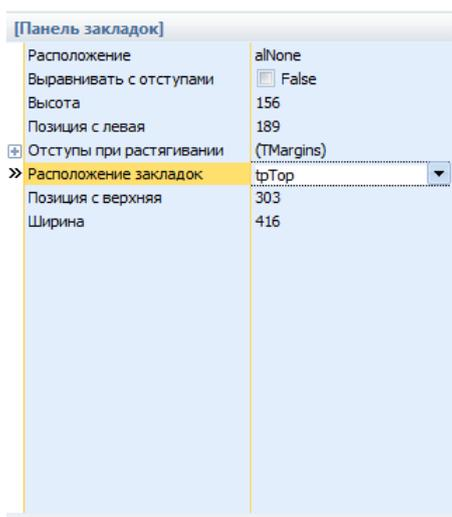

Рисунок 3.31 Свойства компонента Панель закладок, выбрана привязка закладок к верхней границе панели закладок
- Расположение закладок - выбрать расположение закладок на панели (Рисунок 3.31).